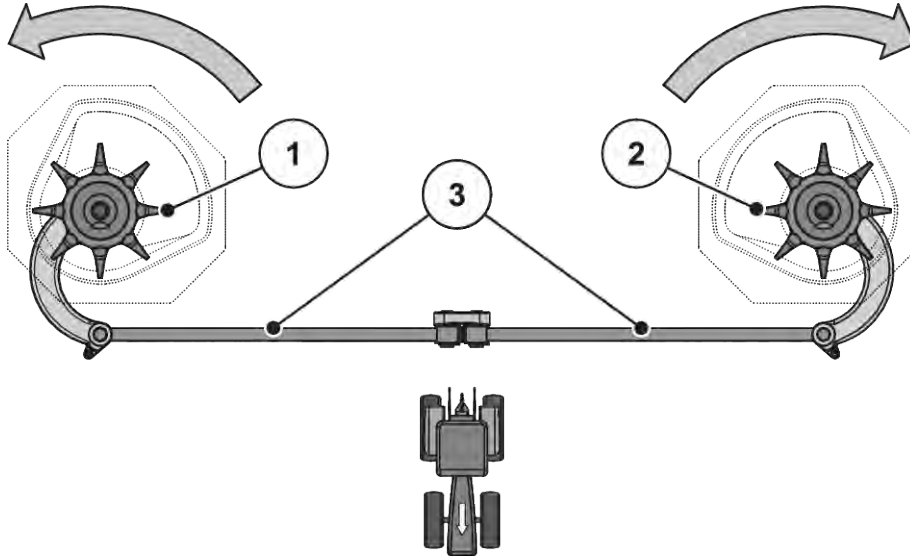

Fig. 54: Kontrol af røreværksdrevet
- Drej rørehovedet med hånden i **spredeskivens rotationsretning**. Se Fig. 54 Kontrol af røreværksdrevet.
- Drej rørehovedet med hånden eller ved hjælp af et oliefilterbånd kraftigt **mod spredeskivens rotationsretning**. Se Fig. 54 Kontrol af røreværksdrevet